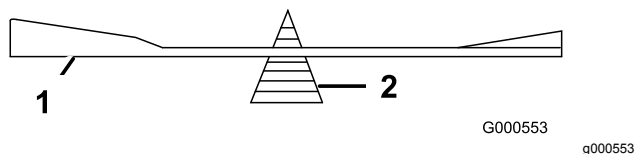

**Figura 55**
1. Affilate i taglienti da entrambe le estremità della lama con una lima (Figura 55).
**Nota:** Se la lama non è bilanciata, limate del metallo soltanto dalla costa (Figura 55).